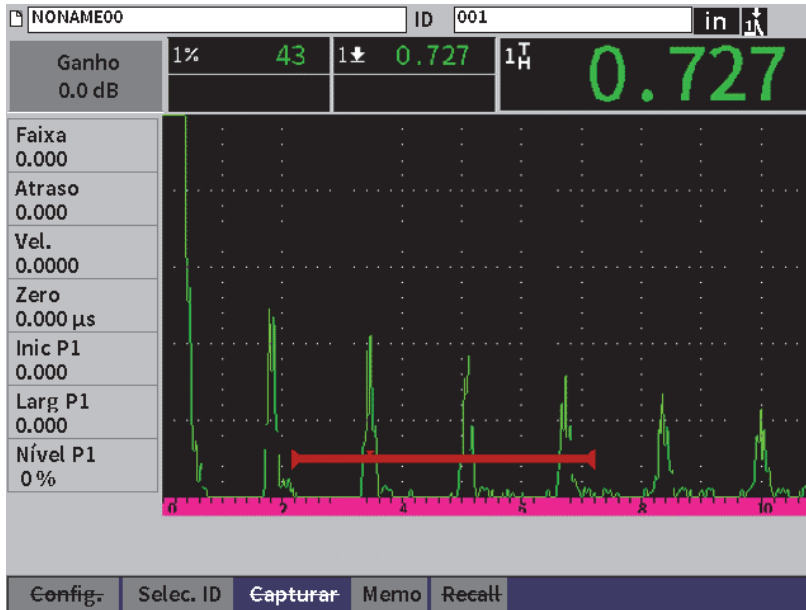

Figura 9-9 Arquivo de forma de onda e dados salvos
1. Na página de dados de forma de onda, gire o botão de ajuste para marcar o botão **Capturar** (veja Figura 9-9 na página 136).